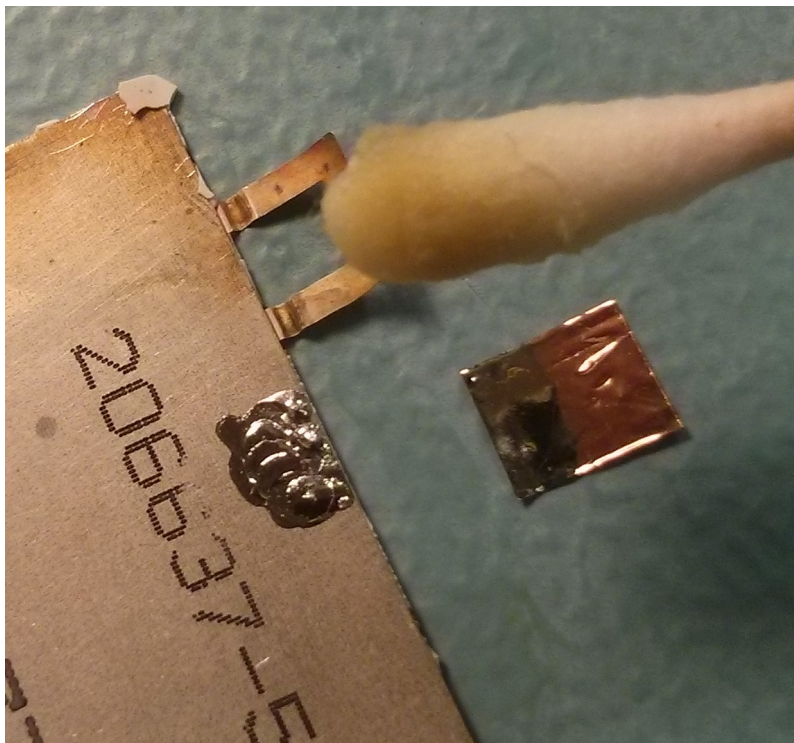

Figure 6: Loddetin på tap og celle, rengjort
- På undersiden af solcellen, der hvor ny tap skal sidde (der skal være et par millimeter mellem ny tap og den originale tap), ca halvdelen af tap skal sidde ud over kanten. Se fig 6